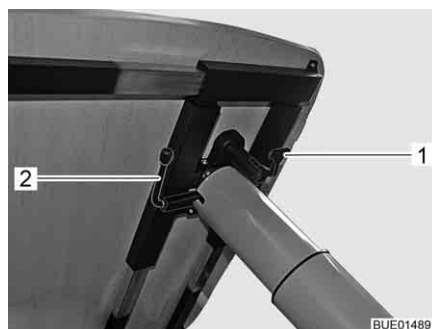

Bild 105 Verstellung Hubtisch
- Verriegelungshebel (Bild 105,1) nach unten klappen.
- Den Hebel (Bild 105,2) unter der Tischplatte um 180° entgegen dem Uhrzeigersinn schwenken. Der Hubmechanismus im Tischfuß wird entriegelt.
- Den Hebel (Bild 105,2) unter der Tischplatte um 180° entgegen dem Uhrzeigersinn schwenken. Die Tischplatte fährt selbsttätig bis zum Endanschlag nach oben.